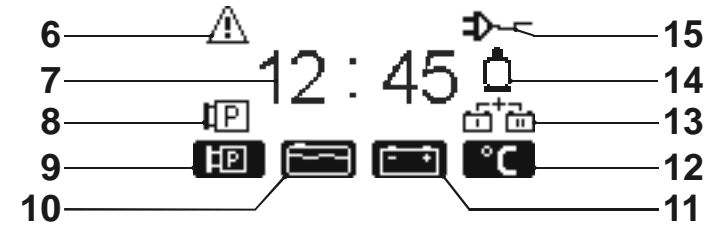

Figure 2 : Écran de veille
Une pression sur la touche (5) affichant la fonction Quitter configuration (20) permet d'enregistrer les réglages et d'appeler l'écran de veille (figure 2).
- 25 Fonction Quitter écran d'affichage des niveaux. Une pression sur la touche (5) affichant ce symbole permet de quitter l'écran d'affichage des niveaux avant que les 10 secondes ne soient écoulées et appelle l'écran de veille (figure 2).
- 37 Fonction Fin de réglage de capacité de batterie et Quitter écran d'affichage des tensions. Une pression sur la touche (5) affichant ce symbole permet de quitter l'écran d'affichage des tensions avant que les 10 secondes ne soient écoulées et appelle l'écran de veille (figure 2).
- 43 Fonction Quitter écran d'affichage des températures. Une pression sur la touche (5) affichant ce symbole permet de quitter l'écran d'affichage des températures avant que les 10 secondes ne soient écoulées et appelle l'écran de veille (figure 2).